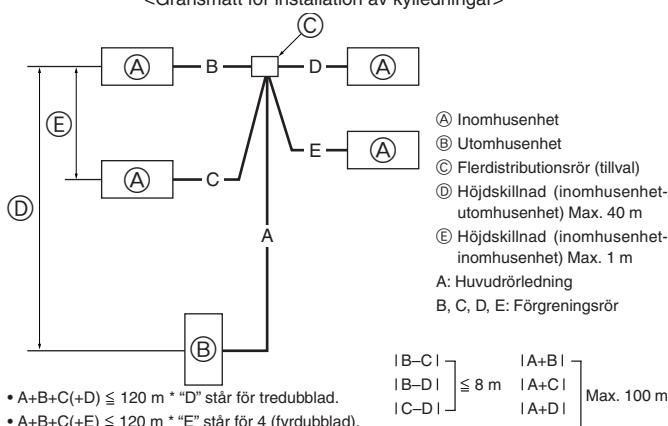

Fig. 5-8
5.8. För dubbla/tredubbla/fyrdubbla kombinationer (Fig. 5-8)